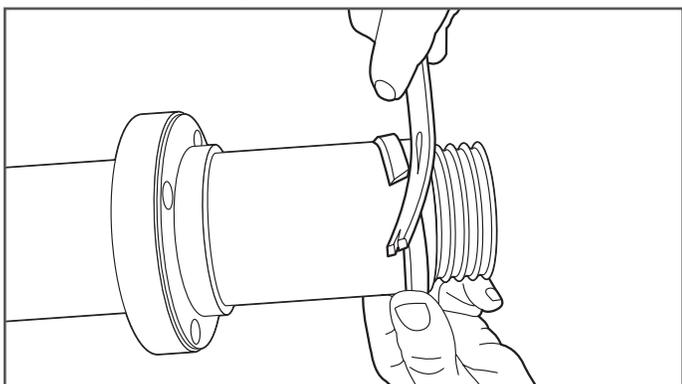

Figure 8-8
8. Avec un tournevis à lame plate ou un pied-de-biche plat, ouvrez le dispositif de blocage de la gaine et retirez-le (Figure 8-8).